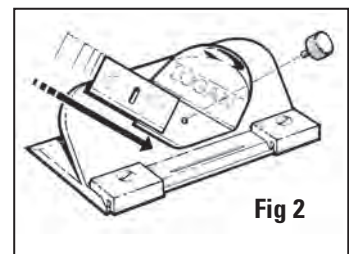

Fig 2
2. Glissez la lame vers le bas de l'AVANT du support de lame chromé (bord de découpe vers le bas) jusqu'à ce que l'angle inférieur droit de la lame entre dans la fente à lame et que le trou de la lame s'aligne avec celui du support de lame. **Fig. 2**
2. Deslice la cuchilla hacia el FRENTE del sujetador de la cuchilla cromado (lado afilado abajo) hasta que la esquina derecha de la parte baja de la cuchilla entre a la ranura de la cuchilla y el orificio en la cuchilla se alinee con el orificio en el sujetador de la cuchilla. **Fig. 2**
2. Far scorrere la lama verso il basso della PARTE ANTERIORE del portalama cromato (con il lato affilato rivolto verso il basso) finché l'angolo in basso a destra della lama non entri nell'apposita fessura e il foro della lama non si allineano con il foro del portalama. **Fig. 2**
2. Réglez le guide de passe-partout à la largeur de bordure souhaitée. Par exemple, pour une bordure de 5cm, alignez l'arrière du guide de passe-partout au niveau du repère de 5cm et serrez les boutons noirs. **Fig. 2**
2. Stellen Sie die Passepartout-Führung auf die gewünschte Randbreite ein. Für einen 5 cm breiten Rand richten Sie die Vorderseite der Passepartout-Führung auf die 5 cm Markierung aus und ziehen die schwarzen Knöpfe fest. **Abb. 2**
2. Ajuste la Guía de la Lámina Perimétrica a la anchura deseada de la franja. Por ejemplo para un marco de 5cm alinea el dorso de la Guía de Lámina Perimétrica en la marca de 5cm y apriete las Perillas Negras. **Fig. 2**